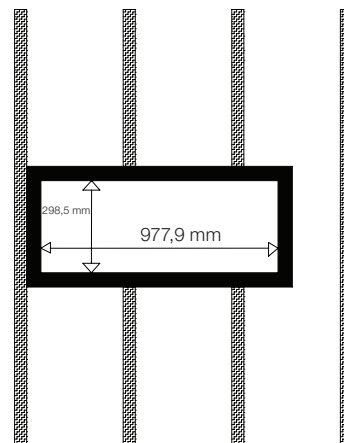

Abbildung 16
3. Verwenden Sie 5x15-cm-Holzbretter, um einen Rahmen mit einem Innenmaß von 977,9 mm x 298,5 mm (38,5" x 11,75") zu bauen (Abbildung 16). Der verbleibende Freiraum in der Öffnung bietet Platz für Werkzeuge bei der Montage dieses Rahmens in die Wand. Befestigen Sie den Rahmen mit Nägeln oder Holzschrauben an den vorhandenen Stützen.